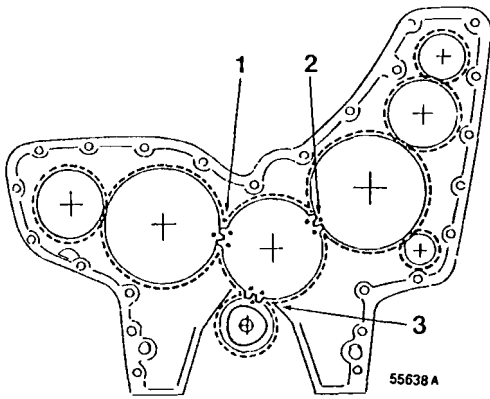

Fig. 145
- 33 Montar el piñón intermedio y el de la bomba de inyección. Controlar que las marcas del piñón intermedio coinciden con el piñón del cigüeñal, el del árbol de levas y el piñón y el de la bomba de inyección, véase fig. 145.